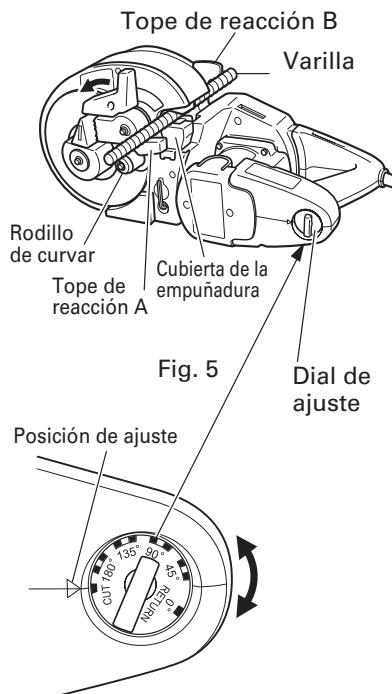

Fig. 6
- (1) Gire la palanca en la dirección de la flecha y abra la cubierta.
- (2) Ponga el dial de ajuste en la posición de corte ("Cut").(Gire el dial de ajuste completamente en el sentido de las agujas del reloj). (Fig. 6)